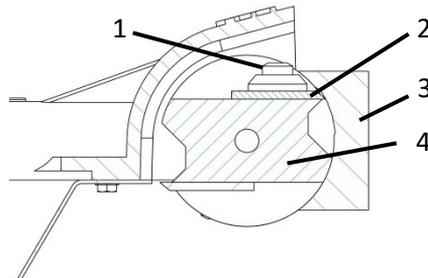

Fig. 15 Regolazione del coltello
- > Allentare la vite del coltello (1 - Fig.15).
- > Far scorrere il coltello (2 - Fig.15) fino in fondo.
- > Posizionare il calibro del coltello (3 - Fig.15) sul rullo (4 - Fig.15) in modo che poggi sulle due superfici di appoggio del rullo in alto e in basso.